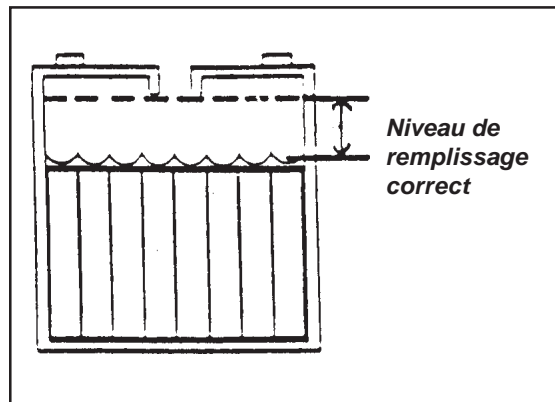

Figure 14
1. Maintenez un niveau d'acide correct. Le niveau de remplissage requis se situe à environ 6 mm du dessous du bouchon de chaque cellule et au-dessus de la partie supérieure des plaques. Vérifiez le niveau de l'acide chaque fois que vous mettez les batteries en charge. Voir figure 14.